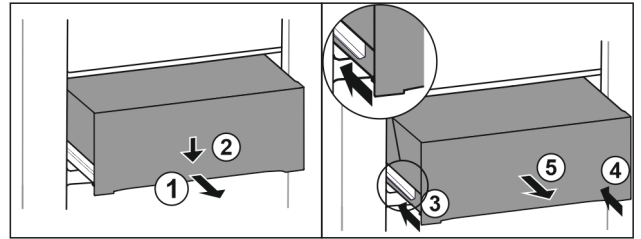

Fig. 78
- Estrarre il cassetto a metà. Fig. 78 (1)
- Premere il cassetto sul lato anteriore verso il basso. Fig. 78 (2)
- Spingere la guida sinistra di circa 2 cm verso l'interno. Fig. 78 (3)
- Spingere la guida destra di circa 2 cm verso l'interno. Fig. 78 (4)
- Rimuovere il cassetto tirandolo in avanti. Fig. 78 (5)